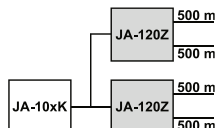

Figure 2 : Extension de la longueur du bus de 2 x 500 m supplémentaires par chaque unité JA-120Z
- Prolonger le bus de plus de 1 x 500 m (JA-101K, JA-103K) ou 2 x 500 m (JA-106K, JA-107K), voir Figure 2.